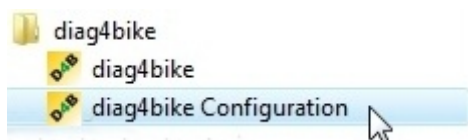

Fig. 15 – Il gruppo di programmi **DIAG4BIKE**(Start \ Programmi \ DIAG4BIKE ... ) per l'attivazione della utility di configurazione
Inizializzare il programma di configurazione (vedi Fig. 15). In seguito al clic sul tasto pos 2, Fig. 13 e, in seguito, sul tasto Pos. 1 Fig. 12 appare la classica offerta del sistema Windows per la ricerca di file precedentemente salvato (per esempio monitor, flash disk, ecc.) Dopo aver selezionato il file in questione (vedi Fig. 11) e la sua conferma, tutto si installa automaticamente.
La configurazione del programma si inizializza cliccando sull'icona „**diag4bike Configuration**“ – vedi Fig. 15.